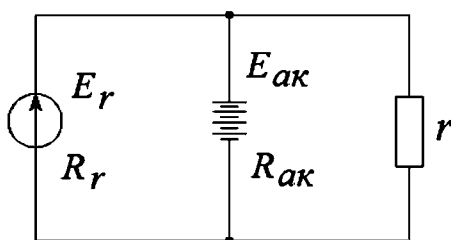

Рис. 1.67. Схема к задаче 6
- б) какую мощность отдают нагрузке генератор и аккумулятор при токе, превышающем  $I_{\text{пред}}$  в 1,5; 2; 2,5 раза, если  $E_r = 14$  В;  $E_{\text{ак}} = 12$  В;  $R_r = 0,2$  Ом;  $R_{\text{ак}} = 0,1$  Ом (рис. 1.67)?